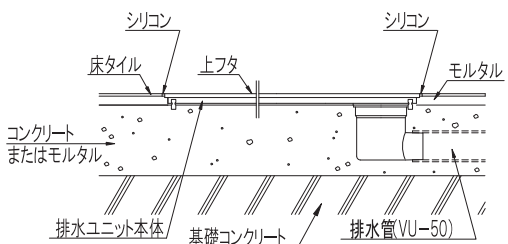

図2
①排水ユニットを仮据えし、排水ユニット上面に水準器等をあてて、水平レベル出しをおこなってください。
- △注意** ②排水管の内面に接着剤を塗布し、排水ユニット（トラップ排水口）と排水管を接続してください（図2）。
排水ユニット周囲と仕上げ材の間にある程度のすき間を設けるように床仕上げをおこない、すき間はシリコンでコーキングしてください（図2）。